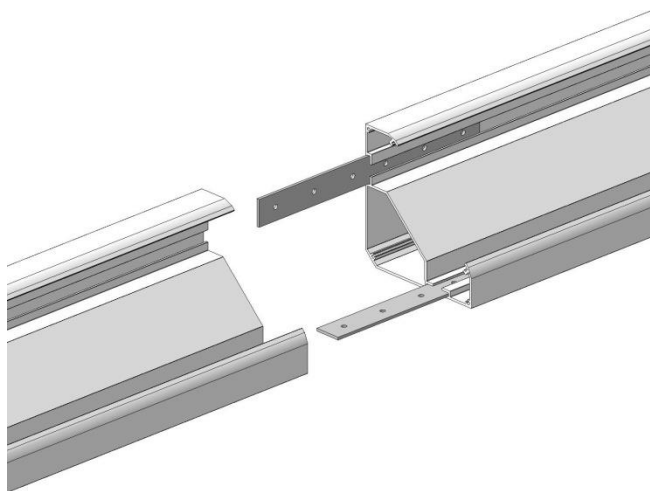

Рис.4
5. Деталь Св-3 повесить на тросах. Соединить клеммные колодки (разъемы) Св-2 и Св-3. Соединить детали Св-2 и Св-3 (Рис.4), затянуть винты на соединительных стыковых планках (шестигранным ключом 2 мм). Снять с рассеивателя защитную пленку, при необходимости протереть микрофибровой тряпкой, вставить в паз рассеиватель.